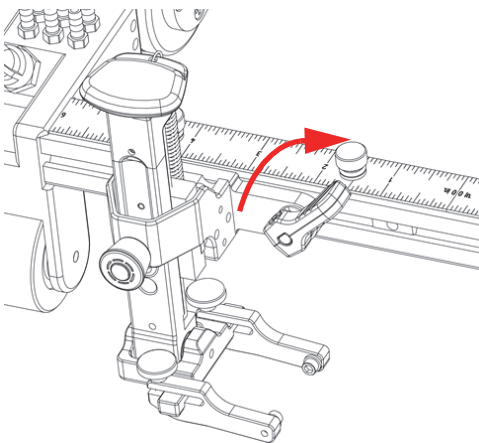

Figura 2-16 Alavanca de posição travada
3. Gire a alavanca de posição no sentido horário para travar o suporte da sonda no lugar (Figura 2-16 na página 47).